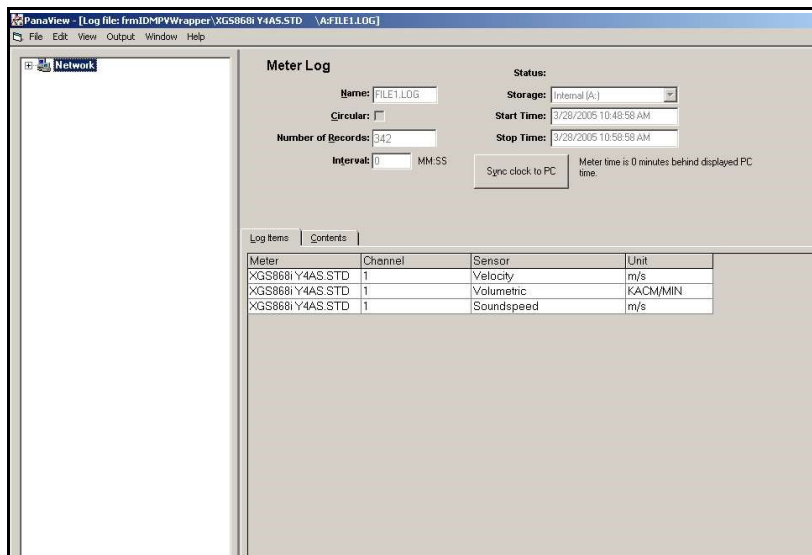

Figure 20: fenêtre de données d'un journal de débitmètre
2. Cliquez deux fois sur le journal souhaité. Une fenêtre s'ouvre pour chaque journal, comme illustré *Figure 20*.
- Cliquez sur l'onglet Log Items (Éléments du journal) (voir Figure 20 ci-dessus) pour afficher la liste des paramètres indiqués pour l'enregistrement.